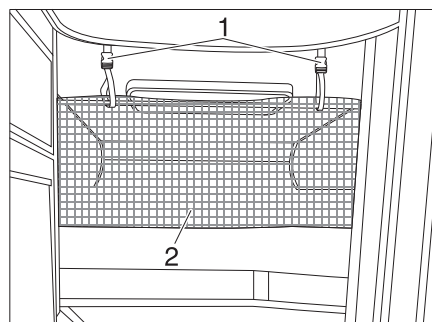

Bild 149 Sicherungsnetz
Das Sicherungsnetz (Bild 149,2) ist serienmäßig zwischen Matratze und Lattenrost verstaut. Das Sicherungsnetz erst aufspannen, wenn sich die Person bereits im Bett befindet.
- Die Haltebänder (Bild 149,1) in die Halterungen an der Decke einrasten.